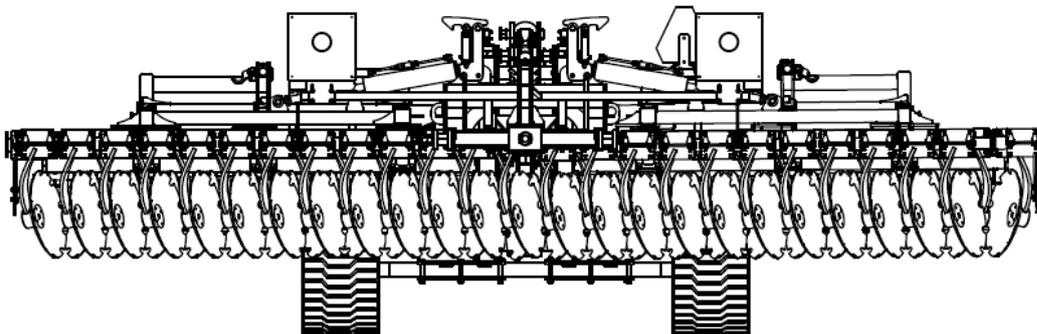

Abb. 23 Ansicht der Maschine am Ende des Öffnungsvorgangs der Flügel. Die Arme der Maschine sind vollständig geöffnet.
5. Um die Sequenz des Öffnens der Maschinenflügel abzuschließen, warten Sie, bis der Hydraulikmechanismus die Arme in ihre endgültige Position öffnet. Unterbrechen Sie den Öffnungsvorgang der Armflügel nicht, ohne sich zu vergewissern, dass sie vollständig geöffnet sind (Abb. 23).